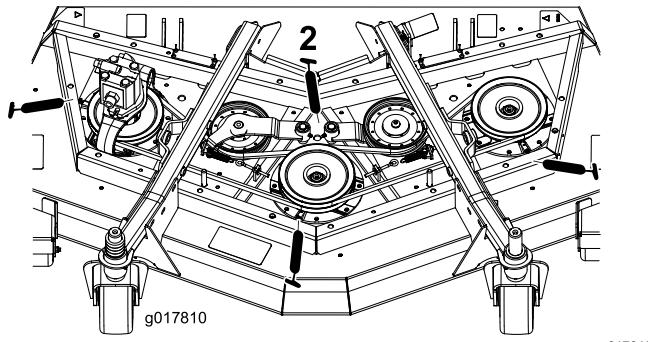

Figura 63
- Cojinetes de eje (3) (situados debajo de la polea) (Figura 63).
- Casquillos del pivote del brazo tensor (2) (Figura 63)